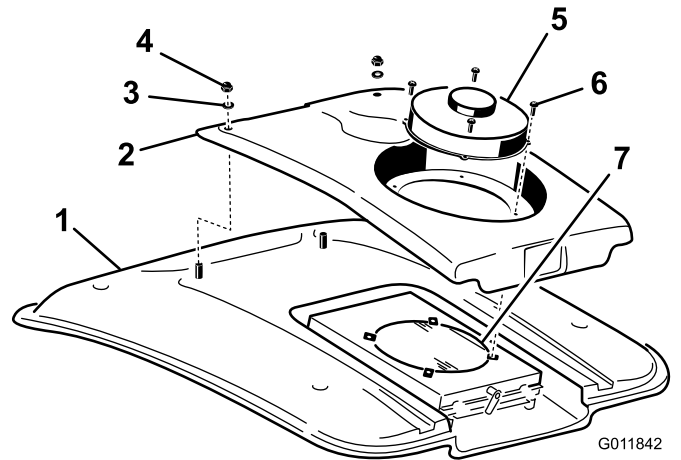

Figura 87
2. Retire los 4 tornillos que sujetan el ventilador y la tapa del condensador al soporte del ventilador (Figura 87).
4. Retire las dos tuercas y arandelas que sujetan la parte delantera de la tapa del condensador al techo de la cabina (Figura 87).
8. Limpie a fondo el condensador del aire acondicionado con aire comprimido (Figura 87).